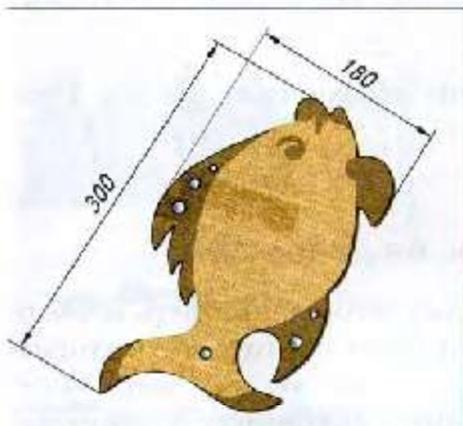
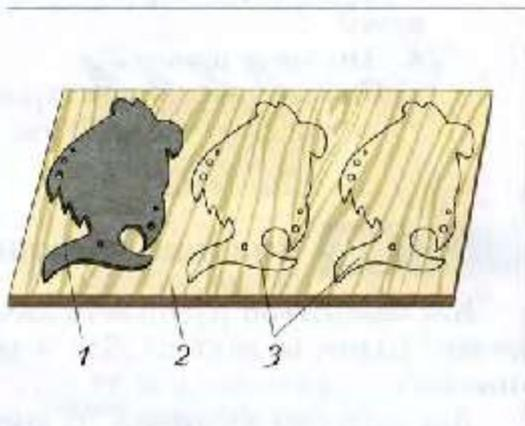
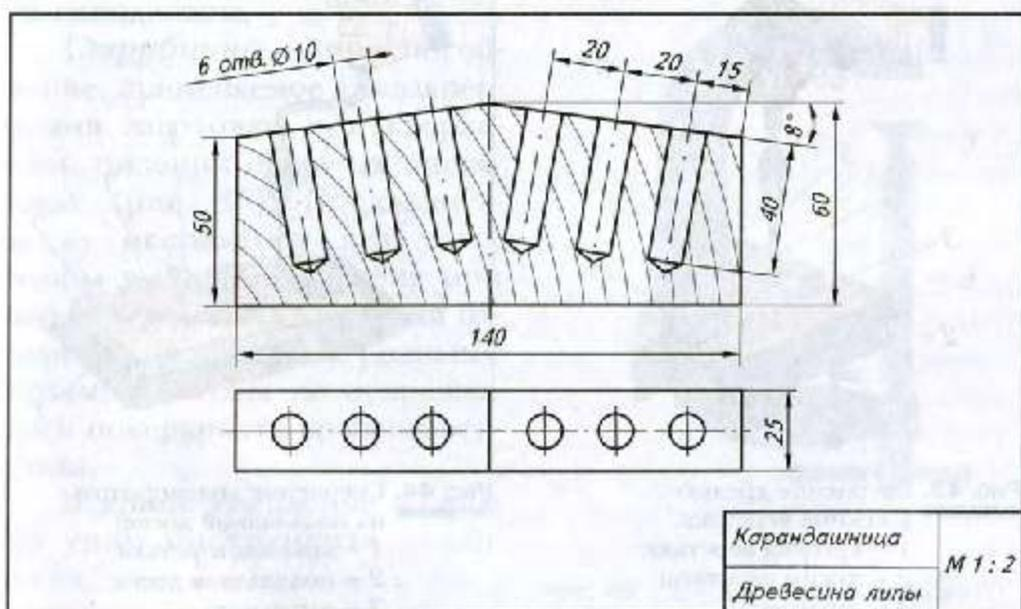
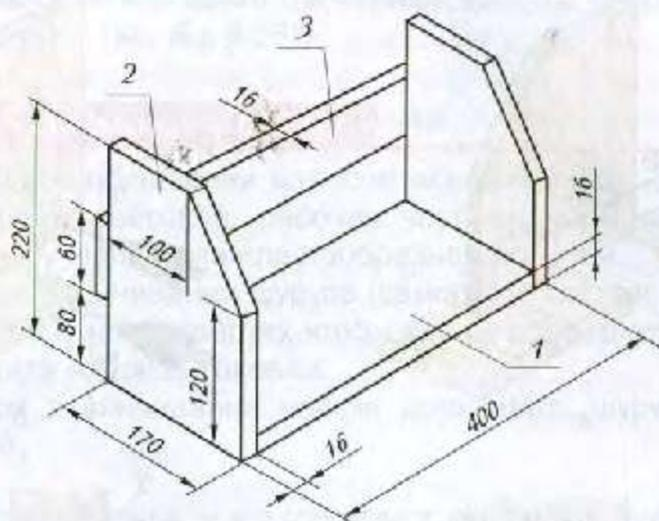

Рис. 21. Разделочная доска «рыбка» (толщина 8–10 см)
Рис. 22. Разметка деталей с помощью шаблона: 1 – шаблон; 2 – заготовка (фанера); 3 – размеченные контуры детали
Рис. 41. Чертёж детали «карандашница» подставки для ручек и карандашей
Рис. 57. Настольная полка для учебников: 1 – основание; 2 – боковая стенка; 3 – планка
Если необходимо разметить деталь с криволинейными контурами (рис. 21) или несколько одинаковых деталей, то применяют *шаблон* – образец, повторяющий форму детали (рис. 22).
3. Выполните на выбранной заготовке разметку одной из деталей: детали «основание» (см. рис. 9) и «карандашница» (см. рис. 41), детали домика для птиц (см. рис. 10), заготовки для разделочной доски «рыбка» (см. рис. 21), настольной полки (см. рис. 57) или детали вашего проектного изделия.
2. Распили предварительно размеченные заготовки (по указанию учителя): деталей «основание» (см. рис. 9), «карандашница» (см. рис. 41) и домика для птиц (см. рис. 10); заготовку для разделочной доски «рыбка» (см. рис. 21); деталей приспособления для пиления (см. рис. 28), настольной полки (см. рис. 57), полочки для цветов (см. Приложение, рис. 172) или детали твоего проектного изделия.
4. Прострогайте предварительно размеченные заготовки: детали «основание» (см. рис. 9) и «карандашница» (см. рис. 41), детали домика для птиц (см. рис. 10), приспособления для пиления (см. рис. 28), настольной полки (см. рис. 57), полочки для цветов (см. Приложение, рис. 172) или детали вашего проектного изделия.
Рассмотрим последовательность сверления отверстий на примере детали «карандашница» (рис. 41) – одной из деталей подставки для ручек и карандашей (см. Приложение, рис. 170).
5. Просверлите предварительно размеченные заготовки: детали «карандашница» (см. рис. 41), разделочная доска «рыбка» (см. рис. 21), детали настольной полки (см. рис. 57), полочки для цветов (см. Приложение, рис. 172) или детали вашего проектного изделия.
Рассмотрим последовательность соединения деталей с помощью саморезов на примере крепления боковой стенки к основанию изделия «настольная полка для учебников» (рис. 57).
6. Соедините шурупами (саморезами) детали изделий: домик для птиц (см. рис. 10), настольная полка для учебников (см. рис. 57), подставка для ручек и карандашей (см. Приложение, рис. 170), настольная полочка для лазерных дисков (см. Приложение, рис. 171), полочка для цветов (см. Приложение, рис. 172) или детали своего проектного изделия.